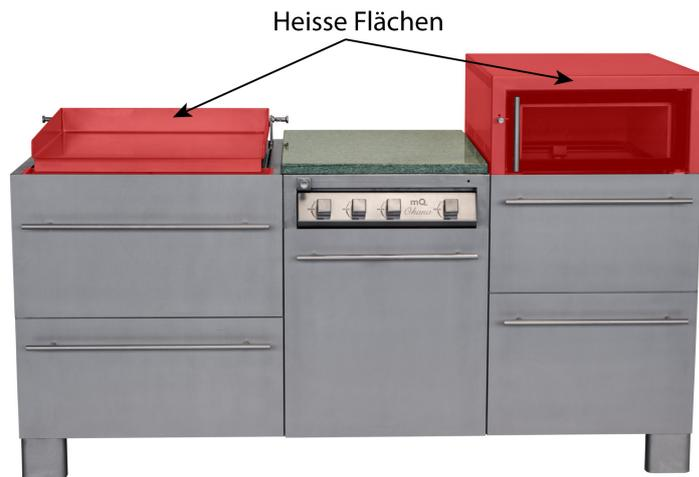

Abbildung 1: Die **ROT** markierten Flächen werden heiss und dürfen **nur mit Handschuhen** angefasst werden!
- ⚠ Bei der Bedienung Ihres mQ[®] Ohana's sollten Sie sehr vorsichtig sein. Er wird während des Betriebes sehr heiss und sollte niemals unbeaufsichtigt bleiben. Bei Abbildung 1 sind **ROT** die heissen Flächen markiert!